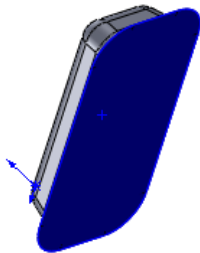
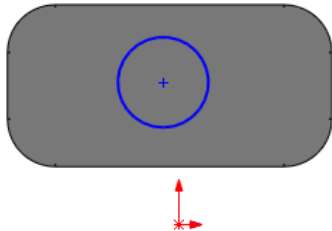

图 8-23 选择草图基准面
图 8-24 绘制定位草图
(8) 单击图 8-23 中实体的底面, 然后单击“视图”工具栏中的“正视于”按钮, 将该表面作为绘制图形的基准面。单击“草图”工具栏中的“圆”按钮, 以基准面的中心为圆心绘制一个圆, 如图 8-24 所示, 单击“退出草图”按钮.